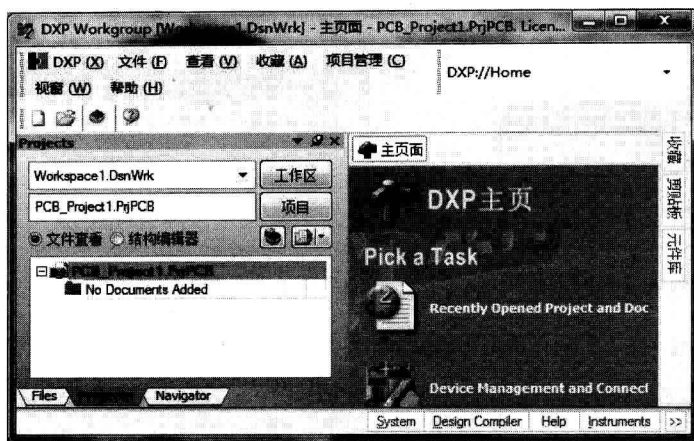

图 1.10 新建 PCB 工程项目
① 在如图 1.10 所示的窗口中,执行“文件”|“创建”|“项目”|“PCB 项目”命令,建立一个 PCB 工程项目,默认名为 PCB_Project1.PrjPCB。